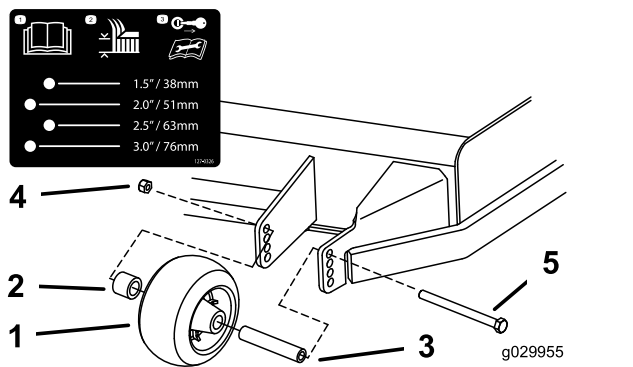

Figure 23
3. Réglez les galets anti-scalp comme montré à la Figure 23.